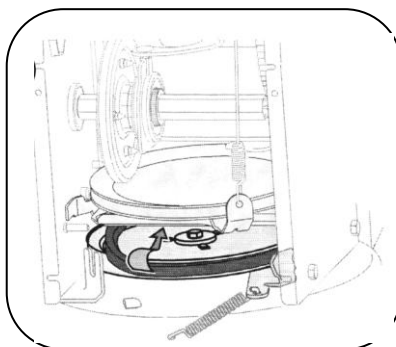

Рисунок 27
4. Спустите приводной ремень со шкива и пропустите его между фрикционным колесом и диском фрикционного колеса (см. рис. 27).